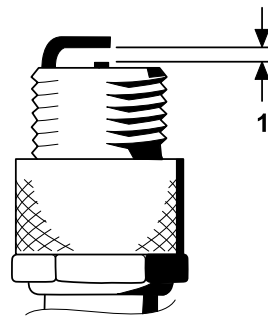

図 32
4. 図 32 のように、電極間のエアギャップを 0.76 mm に調整する。